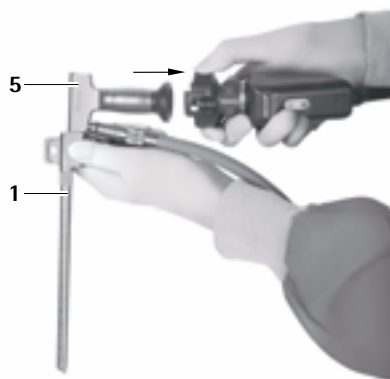
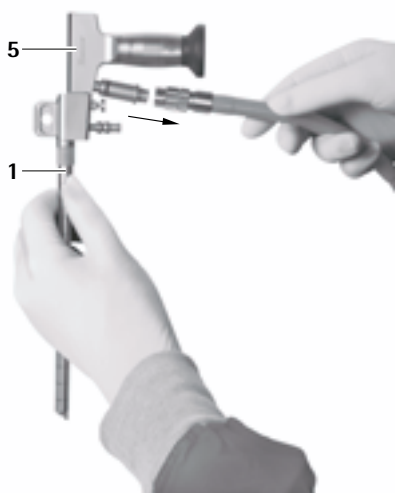

Fig. 6
Fig. 7
- Togliere la videocamera e il cavo a fibre ottiche **5**, vedere Fig. 6 e vedere Fig. 7.